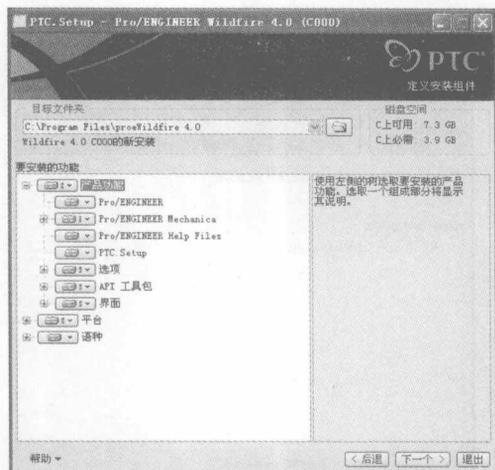

图 1-7 【定义安装组件】界面
**STEP 5** 选择【Pro/ENGINEER】选项，接着系统自动进入【定义安装组件】界面，在【目标文件夹】中指定安装位置，在【要安装的功能】界面下的产品功能中选择安装所有子功能，如图 1-7 所示。